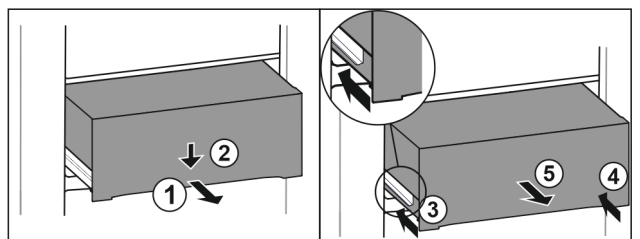

Fig. 221
- ▶ Вытяните выдвижной ящик наполовину. Fig. 221 (1)